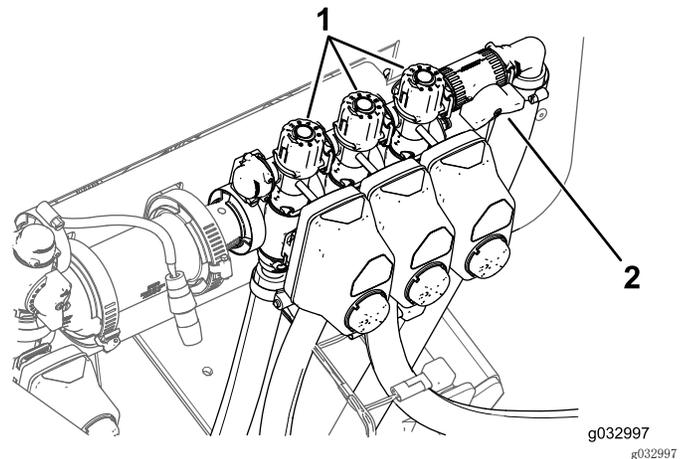

图48
9. 关闭左喷洒臂并调节喷洒臂旁通旋钮（图48），直至压力达到先前的水平。
11. 调节右喷洒臂旁通旋钮（图48），直至压力达到先前的水平。
13. 调节中央喷洒臂旁通旋钮（图48），直至压力达到先前的水平。